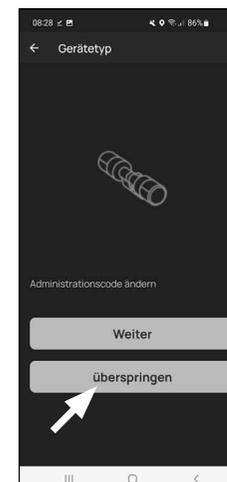

Fig. 7
- 8 Si riceverà una notifica che informa che è possibile modificare il proprio codice amministratore. Poiché alla consegna è stato già ricevuto un codice amministratore generato in modo casuale, questo passaggio è facoltativo. Per saltare questo passaggio, selezionare "Überspringen" (Salta) (Fig. 7).